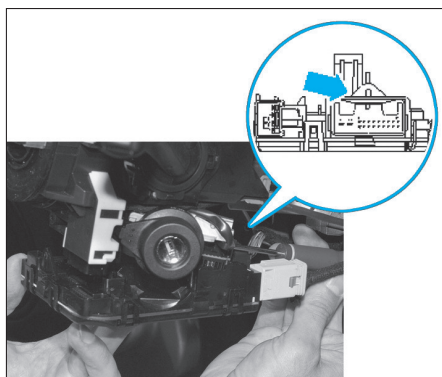

Fig. 25
- Déverrouiller la partie arrière du calculateur de colonne de direction à l'aide d'un petit tournevis (**Fig.25**).